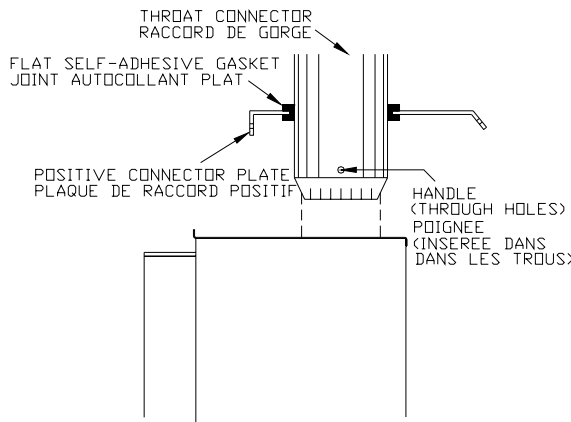

Figure 2
- D. Installez le joint plat autocollant à l'intérieur de l'ouverture de 152 mm (6") de la plaque. Insérez la poignée dans les deux trous du raccord de la gorge (voir la figure 2). Installez l'extrémité femelle du raccord de gorge à l'intérieur de l'ouverture de la plaque de façon à ce qu'elle tienne en place par friction, prête à être tirée vers le bas ultérieurement.